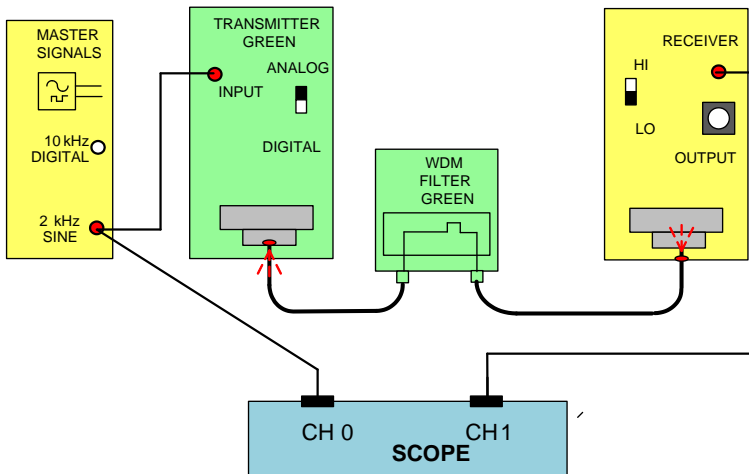

Рис.6. Схема соединений для измерения потерь светофильтра
23. Включите в схему **зеленый светофильтр**, как показано на рис. 6.